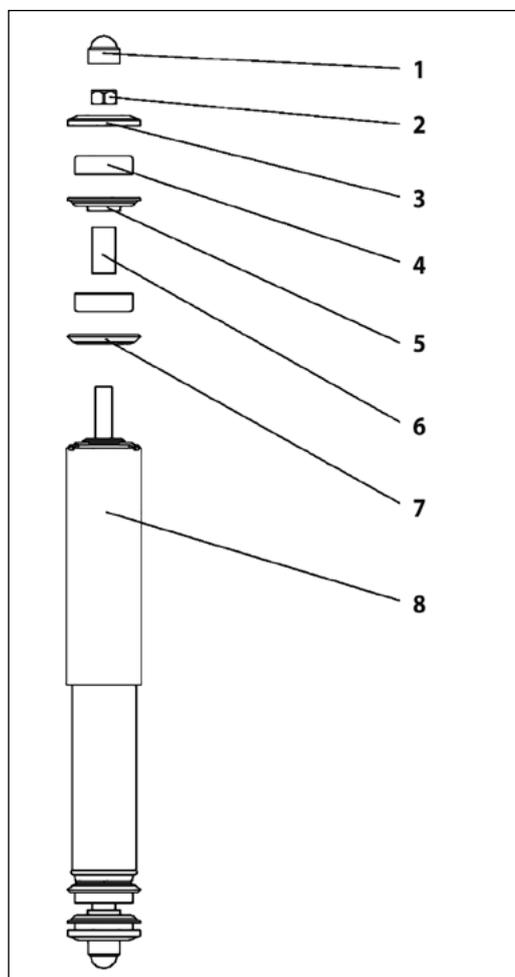
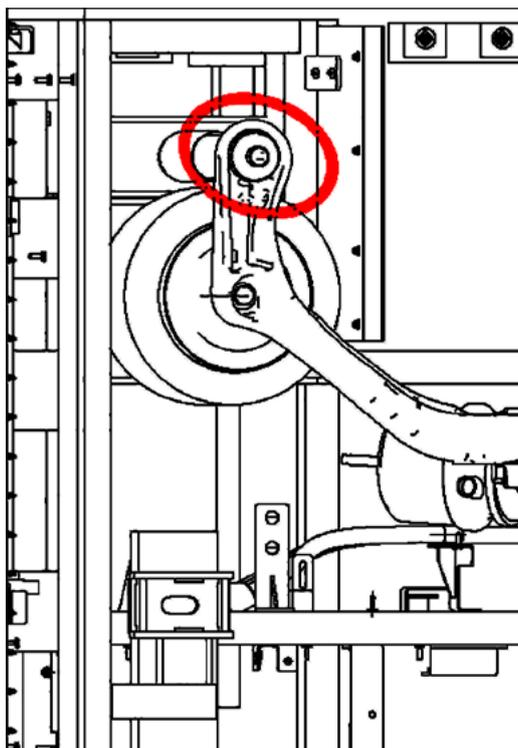

Figura 1-2-1
Figura 1-2-4
3. Segure a tampa plástica [1] (figura 1-2-1) com um clipe e remova-a.
4. Segure o amortecedor [8] (figura 1-2-1) com um grifo para tubos e, usando uma chave hexagonal adequada, remova a porca sextavada [2] (figura 1-2-1). Remova o conjunto do amortecedor.
2. A partir da porta de inspeção superior do amortecedor, desaperte a porca sextavada [2] (figura 1-2-1) na extremidade superior do amortecedor de acordo com o método do amortecedor antes da desmontagem.
3. Em seguida, na vala, no cantilêver do eixo traseiro (consulte a figura 1-2-4), desaperte a porca sextavada [2] (figura 1-2-1) na extremidade inferior do amortecedor para removê-lo completamente.
1. Fixe o conjunto amortecedor aos suportes de amortecedores dianteiros e traseiros de acordo com o guia de montagem com o anel de aço [6] (figura 1-2-1) voltado para cima.
2. Rosqueie a porca sextavada [2] (figura 1-2-1).
3. Estique o amortecedor, instale o conjunto do amortecedor no suporte do eixo de acordo com o diagrama do índice dos componentes e aperte a porca sextavada [2] (figura 1-2-1).
4. Segure o corpo do amortecedor com um grifo para tubos (com as garras protegidas por material não metálico) na posição correta e insira a porca sextavada [2] (figura 1-2-1). Instale a tampa plástica [1] (figura 1-2-1).